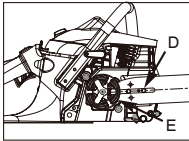

Fig. 3C
6. Posizionare l'estremità filettata della barra di guida sopra il bullone della barra (D). Far scorrere la barra di guida dietro il tamburo della frizione (E) fino a quando la barra di guida non si arresta. (Fig. 3C)